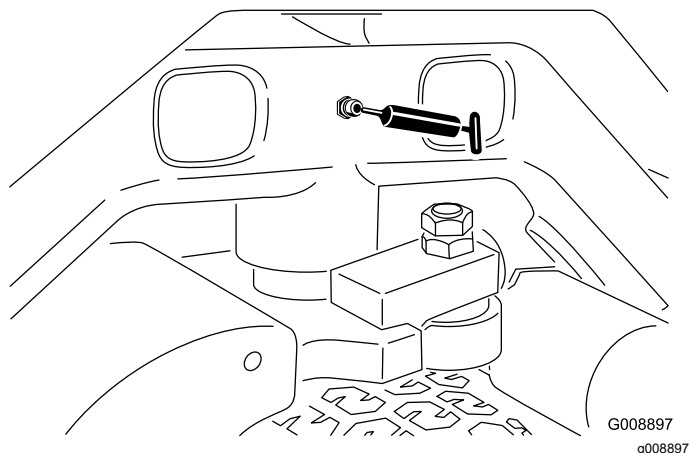

Figura 41
- Articulação da direção (Figura 41)